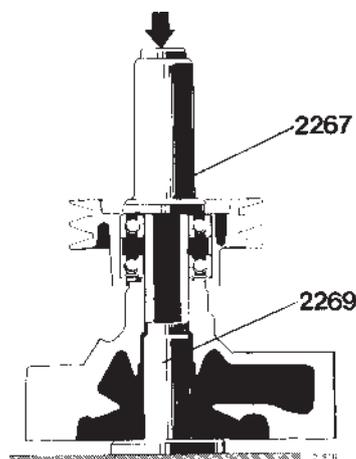

Fig. 200. Montage de la poulie et des roulements
5. Placer le gabarit de fixation 2269 à la place de la turbine (figure 200). Enfoncer le roulement sur la poulie de façon à pouvoir monter le circlips (2, figure 198). Monter le circlips.
8. Poser le gabarit de fixation 2269 à la place de la turbine (figure 200). Employer l'outil 2267, exercer une pression sur la poulie et le roulement arrière mais s'arrêter lorsque la bague intérieure du roulement se trouve à environ 0,5 mm du fond du corps de pompe (figure 200).